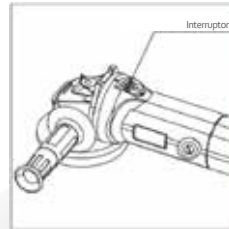

IMAGEN6
- Presione la parte trasera del botón del interruptor; el botón del interruptor regresa por si mismo y la herramienta se desactivará. (Imagen 6) Para herramientas con interruptor de bloqueo encendido.